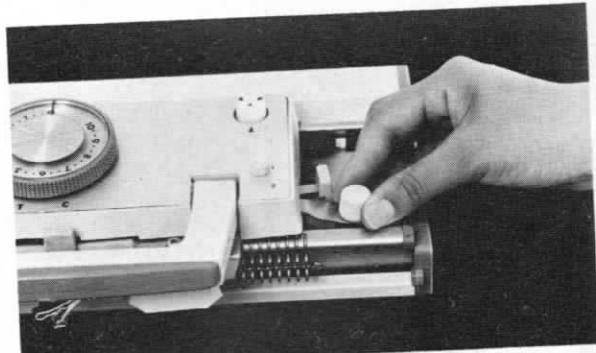

Fig. 10
6. Aflojar el tornillo de bloqueo del carro y levantar el carro de la máquina (Fig. 10).